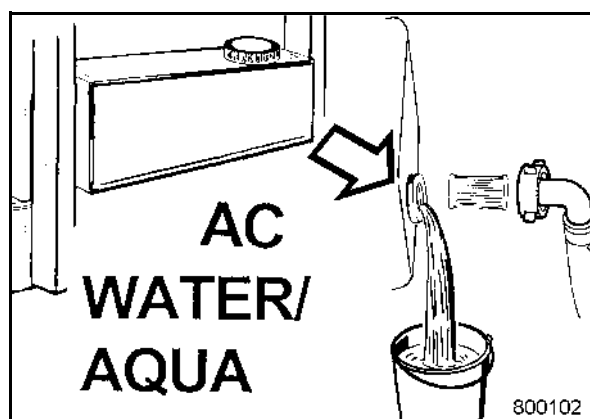

fig. 117
- Extraire le filtre à émulsion (fig. 117) et le nettoyer.